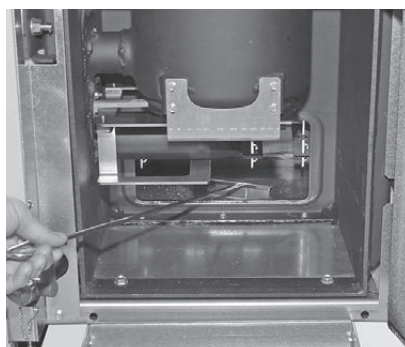

Fig. 80 Éliminer les cendres en dessous de la surface d'échange dans le cendrier
- Éliminer les cendres en dessous de la surface d'échange à l'aide du grattoir dans le tiroir à cendres – Fig. 80.